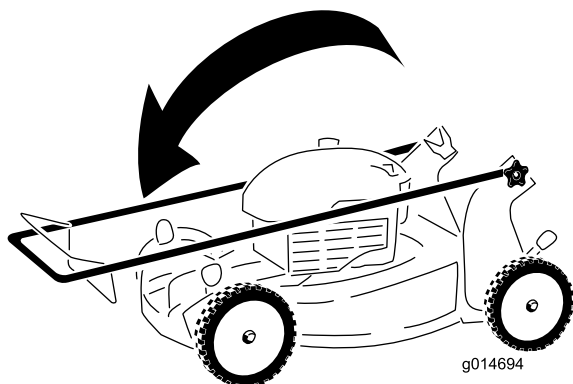

Рисунок 27
2. Поверните верхнюю рукоятку вперед, как показано на Рисунок 27.